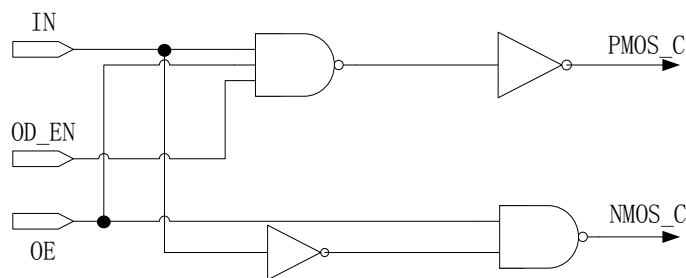

图 16 Pre-Driver 逻辑控制模块示意图
可编程开漏输出功能位于 Pre-Driver 逻辑控制模块，由 OD_EN 信号控制。如图 16 所示，输入信号 (IN)、三态控制信号 (OE) 和可编程开漏输出控制信号 (OD_EN) 经过逻辑运算后，转化为开漏控制信号 PMOS_C 和 NMOS_C，分别控制 PMOS 通路和 NMOS 通路。